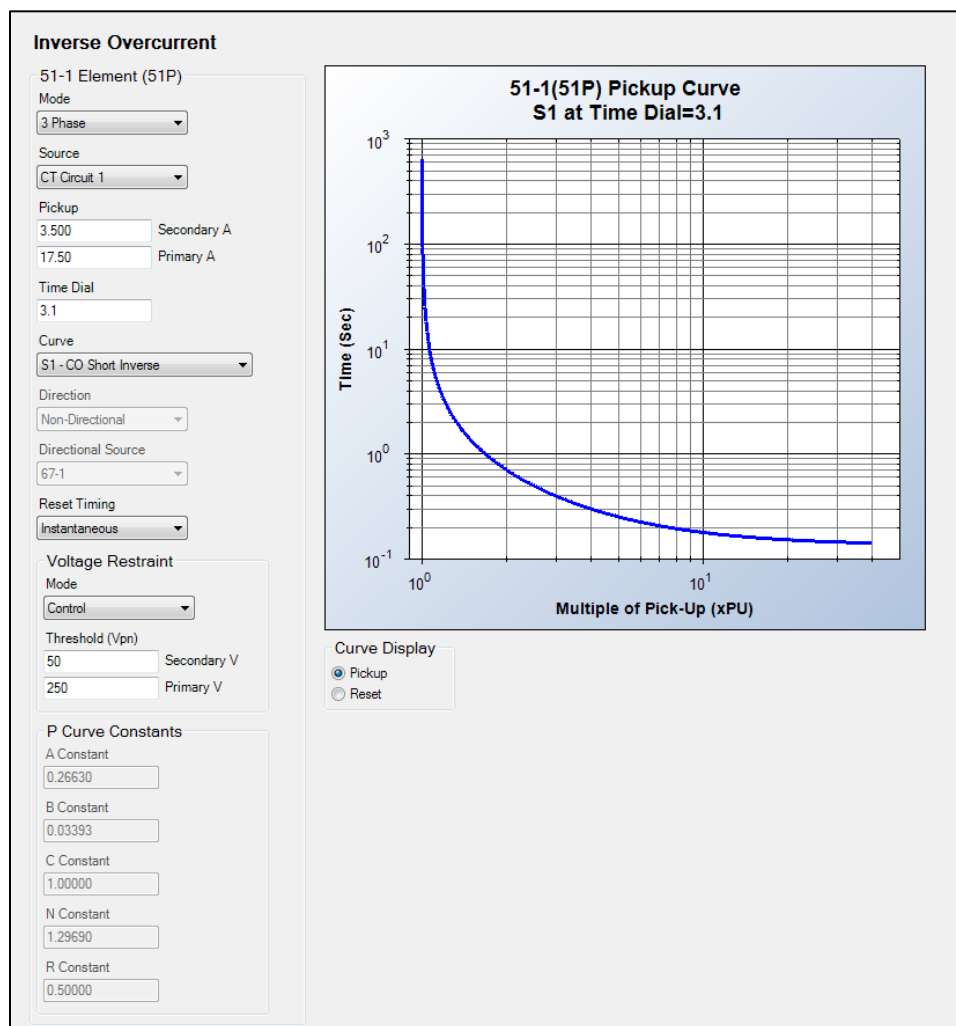

Figura 14-4. Pantalla de ajustes Sobrecorriente inversa
Los ajustes operativos del elemento sobrecorriente inversa se configuran en la pantalla de ajustes Sobrecorriente inversa (51) (Figura 14-4), en *BESTCOMSPlus*.